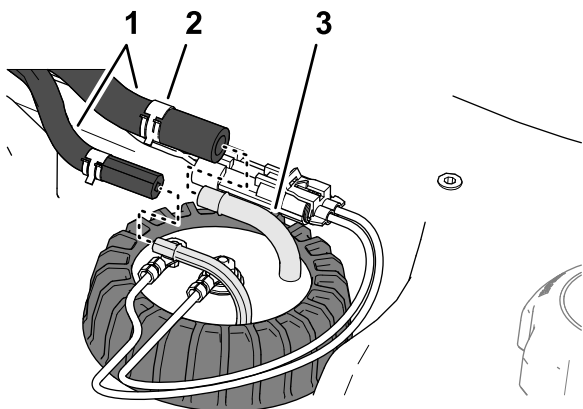

Figura 97
5. Conecte la manguera a los acoplamientos del sensor de combustible, y sujete las mangueras a los acoplamientos con las abrazaderas (Figura 97).